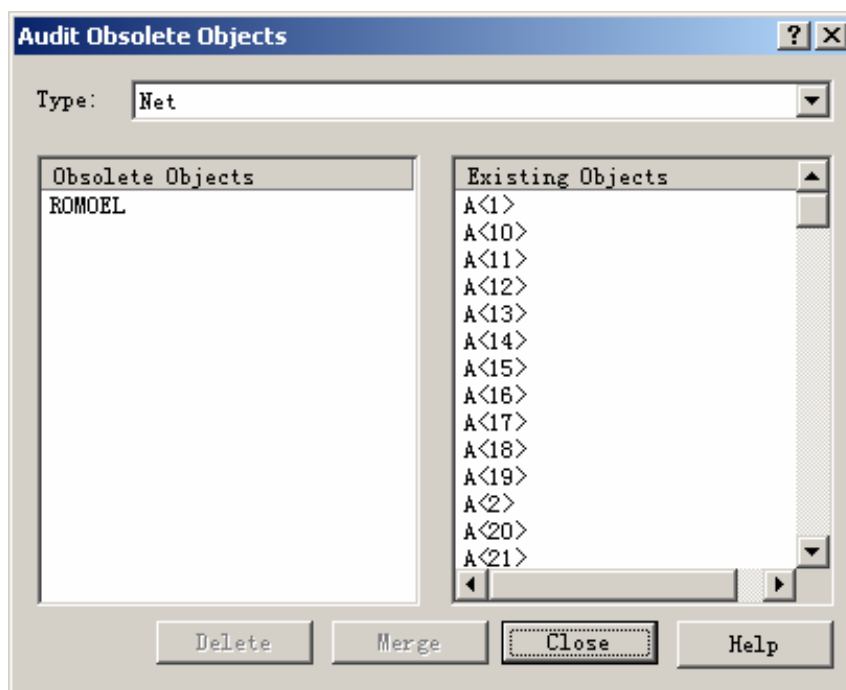

图 6-6 【Audit Obsolete Objects】对话框
12. 选择【Audit】/【Obsolete Objects】命令，出现【Audit Obsolete Objects】对话框，请见图 6-6。